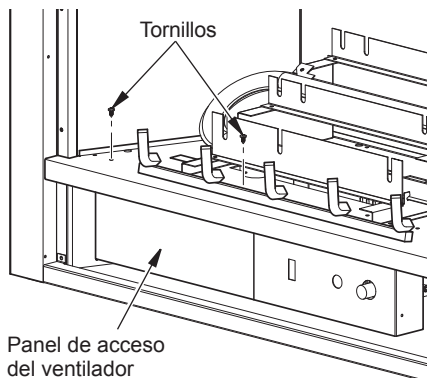

Figura 6 - Extracción del panel de acceso del ventilador
1. **CRHFD32RT-M-MO, FBD32 Series y FDI32-A Sólo** Retire 2 tornillos de fijación del panel como se muestra en la Figura 6. Retire el panel de acceso al compartimento del ventilador.